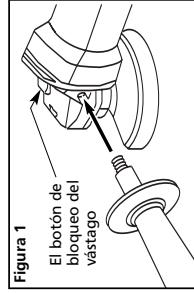

Figura 1
- Presione el botón de bloqueo del vástago y gire la tuerca de sujeción hasta que se bloquee el vástago (ver Figura 1). Para evitar dañar el vástago o el bloqueo del vástago, siempre deje que el motor se detenga por completo antes de enganchar el bloqueo del vástago.